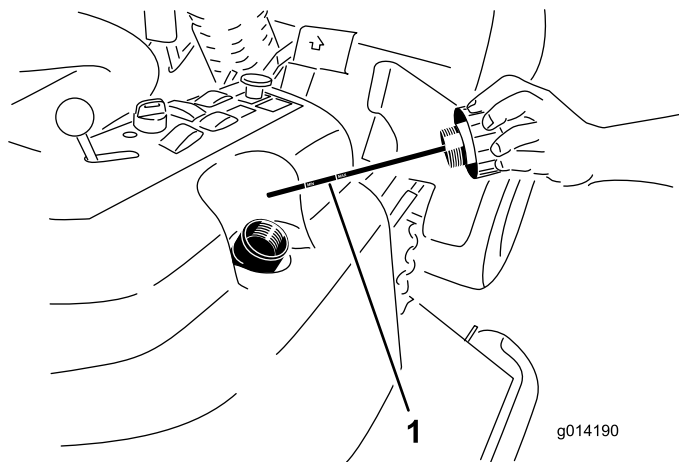

Figure 53
2. Enlevez le bouchon (Figure 53) du goulot de remplissage du réservoir hydraulique.
3. Retirez la jauge et essuyez-la sur un chiffon propre (Figure 53).
4. Vissez la jauge dans le goulot de remplissage, ressortez-la et vérifiez le niveau de liquide (Figure 53).